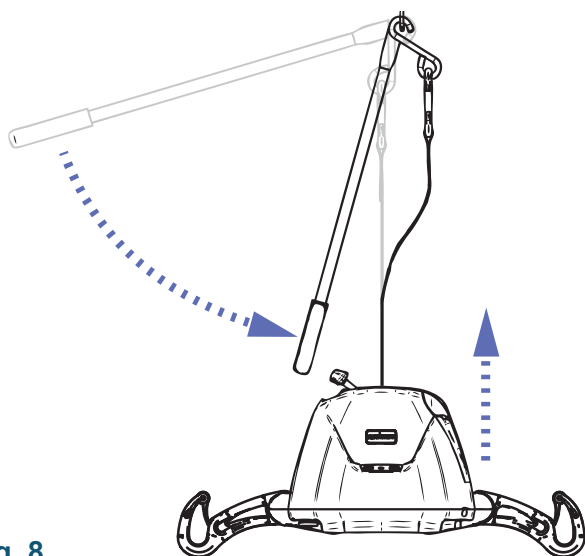

Fig. 8
2. Grip håndtaket og løsne Reacher fra vognen når Reacher er vertikal. Se Fig. 8